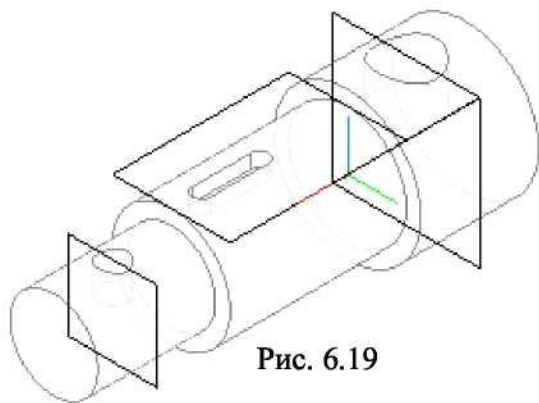

Рис. 6.19
6. Формируем отверстия, используя команду  **Вырезать вращением** с параметрами: **Способ построения - Сферический**, **Тонкая стенка - Нет** (рис. 6.19).